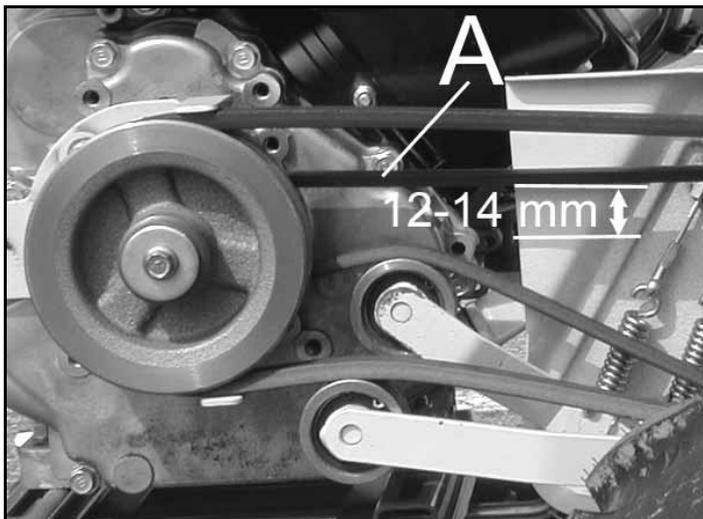

Figura 29
Registrazione cinghia trasmissione avanzamento (Figura 29)
- Premere la cinghia con il dito in posizione mediana tra le 2 pulegge (A, Figura 29): la cinghia deve flettere di circa 12 ~ 14 mm. In caso contrario, registrare la tensione della cinghia.